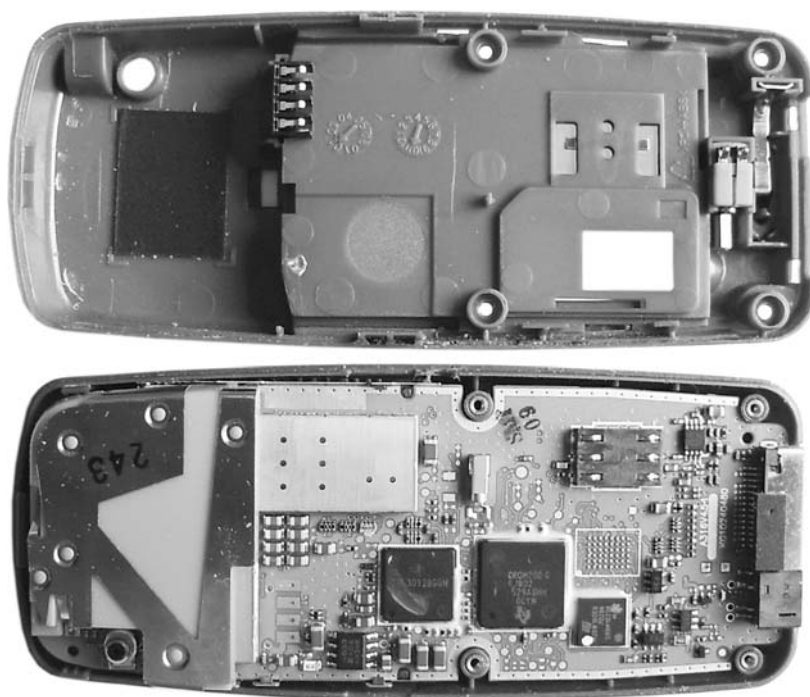

Рис. 4. Порядок разборки телефона LG-B1200 (операция 2)
3. Вначале приподнимают нижнюю часть задней крышки (со стороны микрофона), затем осторожно сдвигают крышку вперед, освобождая защелку в передней части крышки, и снимают заднюю крышку (рис. 4).